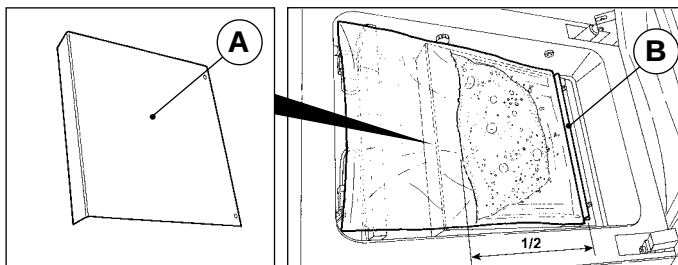

Fig. 1
- 2) Enlever tous les plateaux et introduire le tableau incliné (A) dans la chambre avec la partie haute tournée vers la barre de soudure et la butée coulissante (B) réglée sur la longueur du sachet.
- 3) Introduire le sachet contenant le liquide à conditionner à l'intérieur de la cloche, en ayant soin de ne pas le remplir plus de moitié (1/2) (Fig. 1). Le placer en position centrée sur la barre de soudure, de manière à ce que le bord ouvert dépasse d'environ 20 mm de ladite barre.